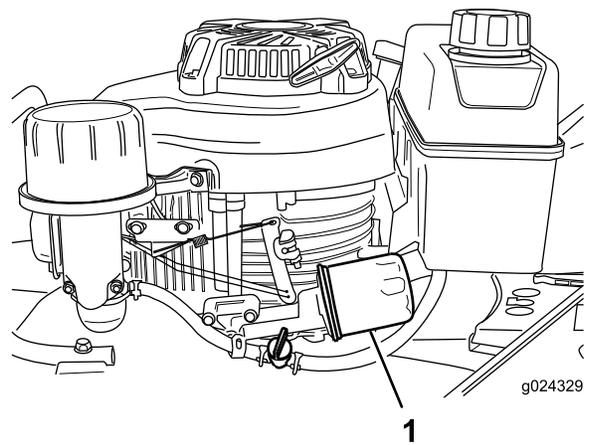

Figura 23
6. Coloque un trapo debajo del filtro de aceite (Figura 23) para recoger cualquier aceite que se salga al retirar el filtro.